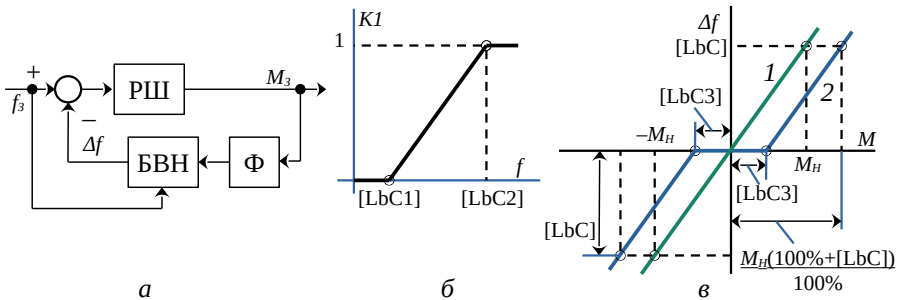

Рисунок 5.5: Автоматичне вирівнювання навантажень
(рис. 5.5 а). Блок вирівнювання навантаження (БВН), виходячи із завдання на момент, обчисленого ПЧ, формує сигнал корекції завдання на частоту Δf , пропорційний заданому моменту. Цей коригувальний сигнал віднімається із завдання на частоту (рис. 5.5 а). Функція вирівнювання навантаження активізується за допомогою параметра [Load sharing] [LbA] вирівнювання навантаження (меню [DRI-] > [CONF] > [FULL] > [DRC-]). Параметр доступний лише для закону частотного керування [Motor control type] [Ctt] встановлений [SVC V] (UUC) і має значення:
Після активізації [LbA] слід вибрати інтенсивність каналу вирівнювання навантаження (тобто, коефіцієнт передачі БВН, див. лінію 1 на рис. 5.5 в). Вона визначається значенням параметром корекція навантаження [Load correction] [LbC], що чисельно дорівнює приросту частоти Δf при моменті, що дорівнює номінальному.
- **[Sharing filter] [LbF]**: постійна часу фільтра в каналі зворотного зв'язку за моментом (Φ на рис. 5.5 а), що запобігає автоколиванням за наявності пружностей у кінематичному ланцюзі приводу.
Завдяки ненульовому зміщенню моменту (параметр **[LbC3]**) статична характеристика БВН набуває вигляду ламаної 2 на рис. 5.5 в, а вплив параметрів **[LbC1]** і **[LbC2]** змінює її нахил (тобто інтенсивність пом'якшення механічних характеристик) залежно від поточної частоти.